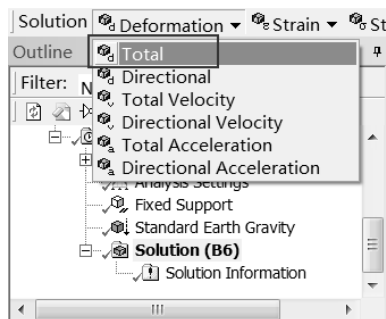

图 12-29 添加变形选项
Step2：选择 Solution 工具栏中的 Deformation（变形） Total 命令，如图 12-29 所示，此时在分析树中会出现 Total Deformation（总变形）选项。